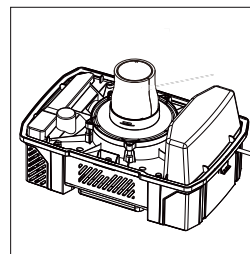

FIG. 4
- Retirez le filtre à cartouche et remplacez-le par un filtre en mousse lorsque vous effectuez des ramassages de liquides. (Fig. 4)